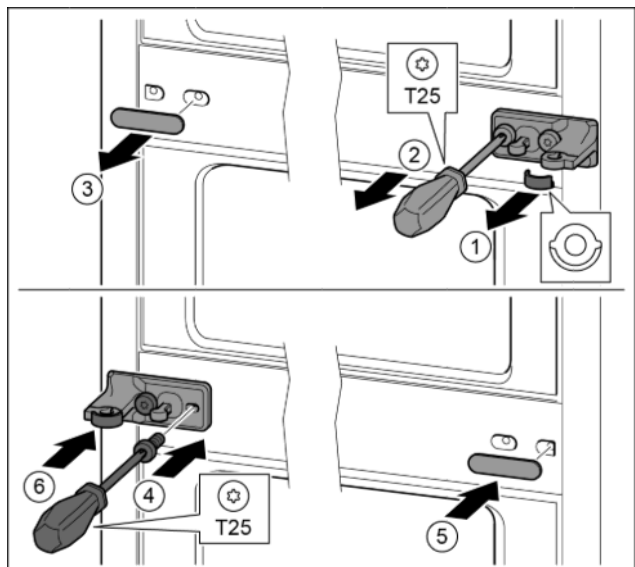

Fig. 26
- ▶ Снять шайбу. Fig. 26 (1)
- ▶ Выкрутить винты отверткой T25. Fig. 26 (2)
- ▶ Осторожно снять крышку. *Fig. 26 (3)*
- ▶ Плотно прикрутить опорный кронштейн с подкладкой с поворотом на 180° с другой стороны. *Fig. 26 (4)*
- ▶ Установить крышку с поворотом на 180° с другой стороны. *Fig. 26 (5)*
- ▶ Спереди надвинуть шайбу. *Fig. 26 (6)*